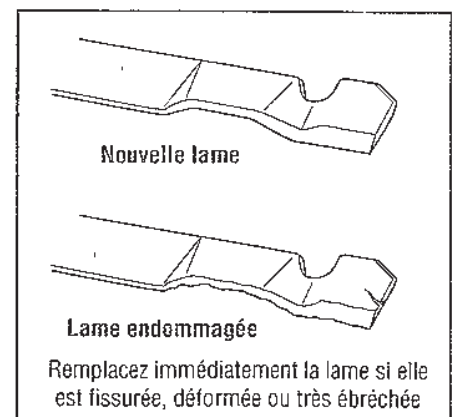

Figure 5-4: Inspection de la lame.
2. Vérifiez régulièrement que la lame n'est pas émoussée ni ébréchée. Aiguisez-la si nécessaire. Vérifiez également que la lame n'est pas déformée, fissurée ni excessivement usée (Figure 5-4). N'utilisez pas la tondeuse si c'est le cas. Remplacez la lame immédiatement.